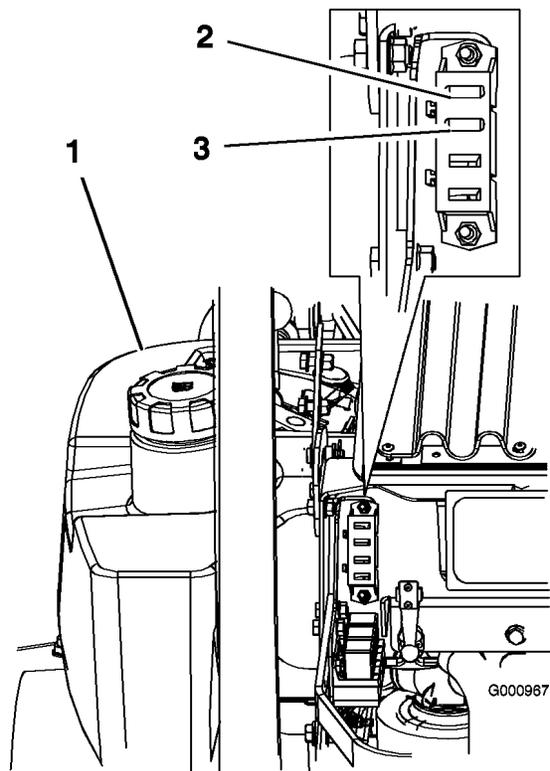

Figure 47
1. Déverrouillez et soulevez le capot pour accéder au porte-fusibles (Figure 47).
3. Remplacez le fusible (Figure 47).